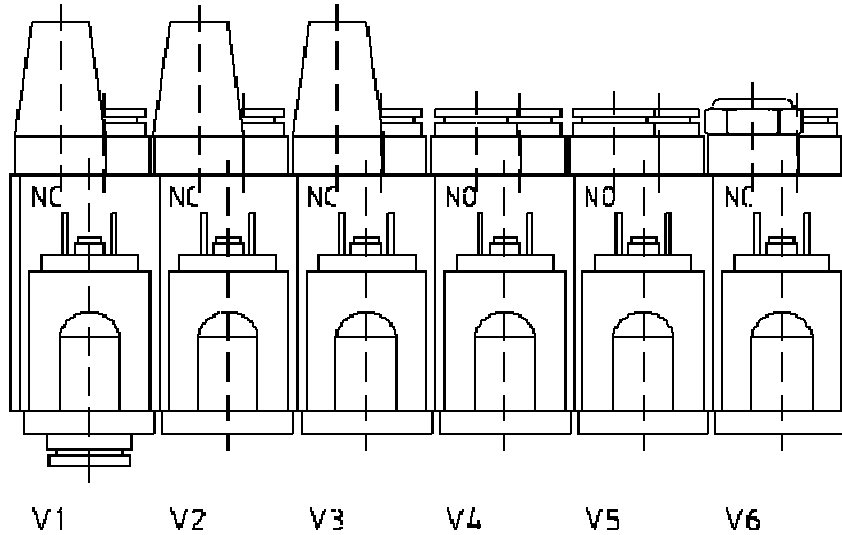

Рисунок 23.14 Блок пневмоуправления
**Блок пневмоуправления (см. рисунок 23.14).**